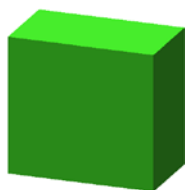
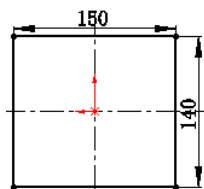

图 17.2.10 电源模型（凸台—拉伸 1）
图 17.2.11 横断面草图
Task3. 创建图 17.2.10 所示的电源模型
Step2. 创建图 17.2.10 所示的零件基础特征——电源模型。
(1) 选择命令。选择下拉菜单 **插入(I)** → **凸台/基体(B)** → **拉伸(E)...** 命令（或单击“特征(F)”工具栏中的  按钮）。
(2) 定义特征的横断面草图。
① 定义草图平面。选取前视基准面作为草图平面。
② 定义横断面草图。在草图环境中绘制图 17.2.11 所示的横断面草图。
③ 在草图工具栏单击  命令，退出草图环境，此时系统弹出“凸台—拉伸”对话框。